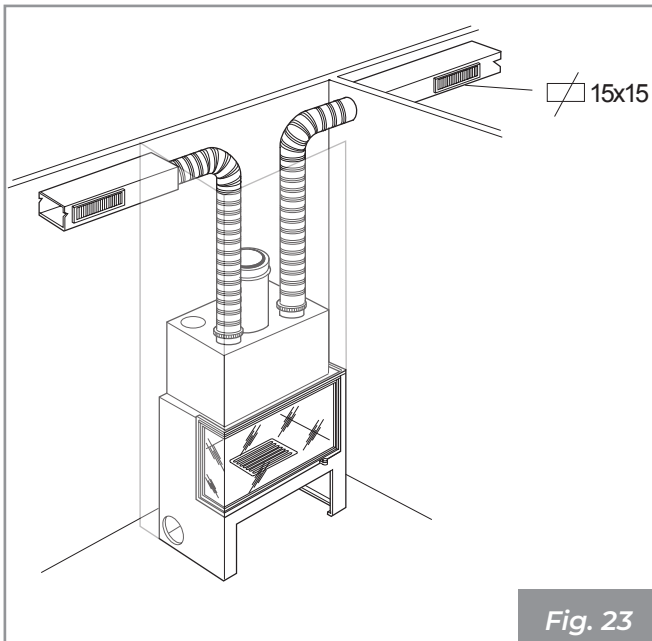

Fig. 23
- Tubo flessibile in alluminio - lunghezza fino a 6 m su unico condotto (Fig. 23);
- Tubo liscio metallico - lunghezza fino a 10 m su unico condotto (Fig. 23);